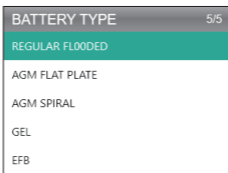

Figure 4.2.3
3. Sélectionnez le type de batterie correspondant et appuyez sur [OK] (voir Figure 4.2.3). Le type de batterie spécifique est généralement indiqué sur l'étiquette de la batterie.